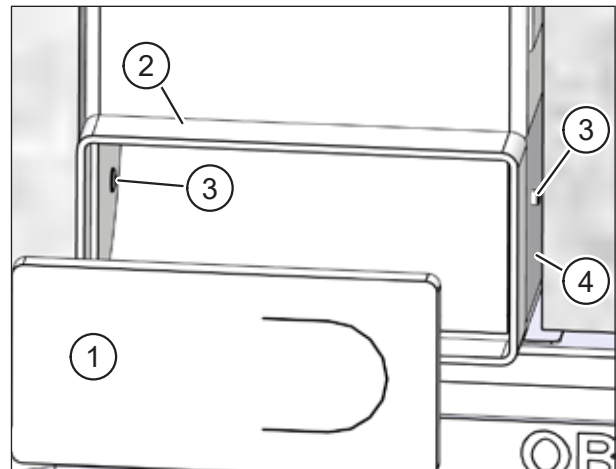

Abb. 24: Flexrohranschluss an Fixierplatte nieten
- ▶ Entfernen Sie den Putzschutzdeckel für den Flexrohranschluss (Pos. 1 in Abb. 24).
- ▶ Befestigen Sie mit der Blindnietzange den Flexrohranschluss (Pos. 2 in Abb. 24) mit zwei Blindnieten (Pos. 3 in Abb. 24) an der Fixierplatte (Pos. 4 in Abb. 24).
- ▶ Setzen Sie den Putzschutzdeckel (Pos. 1 in Abb. 24) wieder in den Flexrohranschluss (Pos. 2 in Abb. 24) ein.